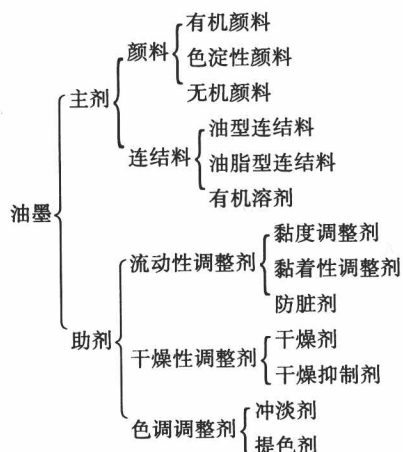

图 1-1 油墨的主要成分
①油墨的主要成分（如图 1-1 所示）。
②印刷油墨的分类。